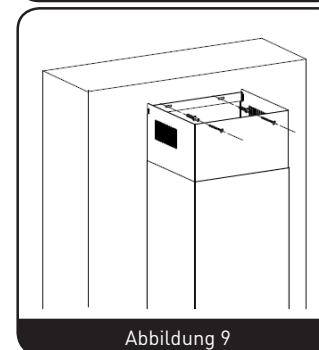

Abbildung 9
6. Ziehen Sie die obere Esse nach oben, um deren Höhe zu ändern. Bringen Sie die Esse auf die erforderliche Höhe. Markieren Sie die Stellen der zwei Bohrlöcher für die Befestigung der Halterung der oberen Esse. Bohren Sie die Löcher und befestigen Sie die Halterung mit zwei Wanddübeln und zwei ST4x30 mm Schrauben. (Abbildung 9)